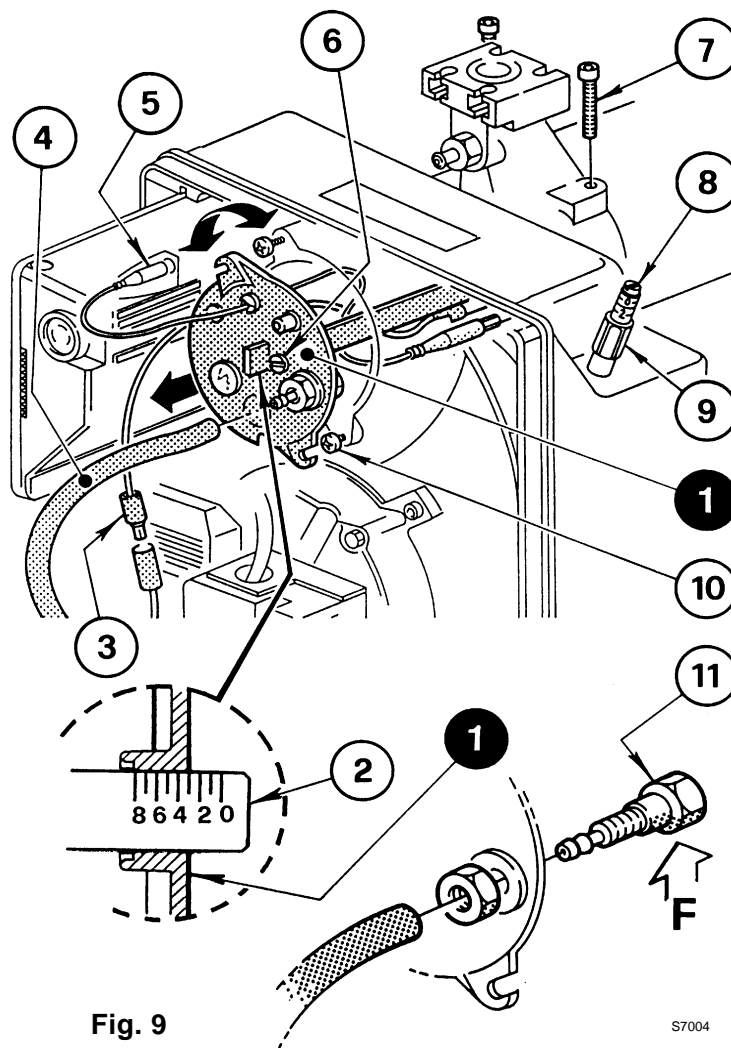

Fig. 9
Hangt af van het branderdebiet. De regelschroef (6) losdraaien of vastdraaien zodat de schaal van de regelstang (2) overeenstemt met de buitenzijde van de branderkop (1) (zie fig. 9).
Het schema op blz. 7, fig. 9 geeft de regeling weer bij een debiet van 110 kW met een brander BS 3 type 913T1. De inkeping 3 van de regelstang moet overeenstemmen met de buitenzijde van de branderkopgroep, zoals aangegeven in het diagram.
REGELING LUCHTKLEP (Fig. 9, blz. 7)